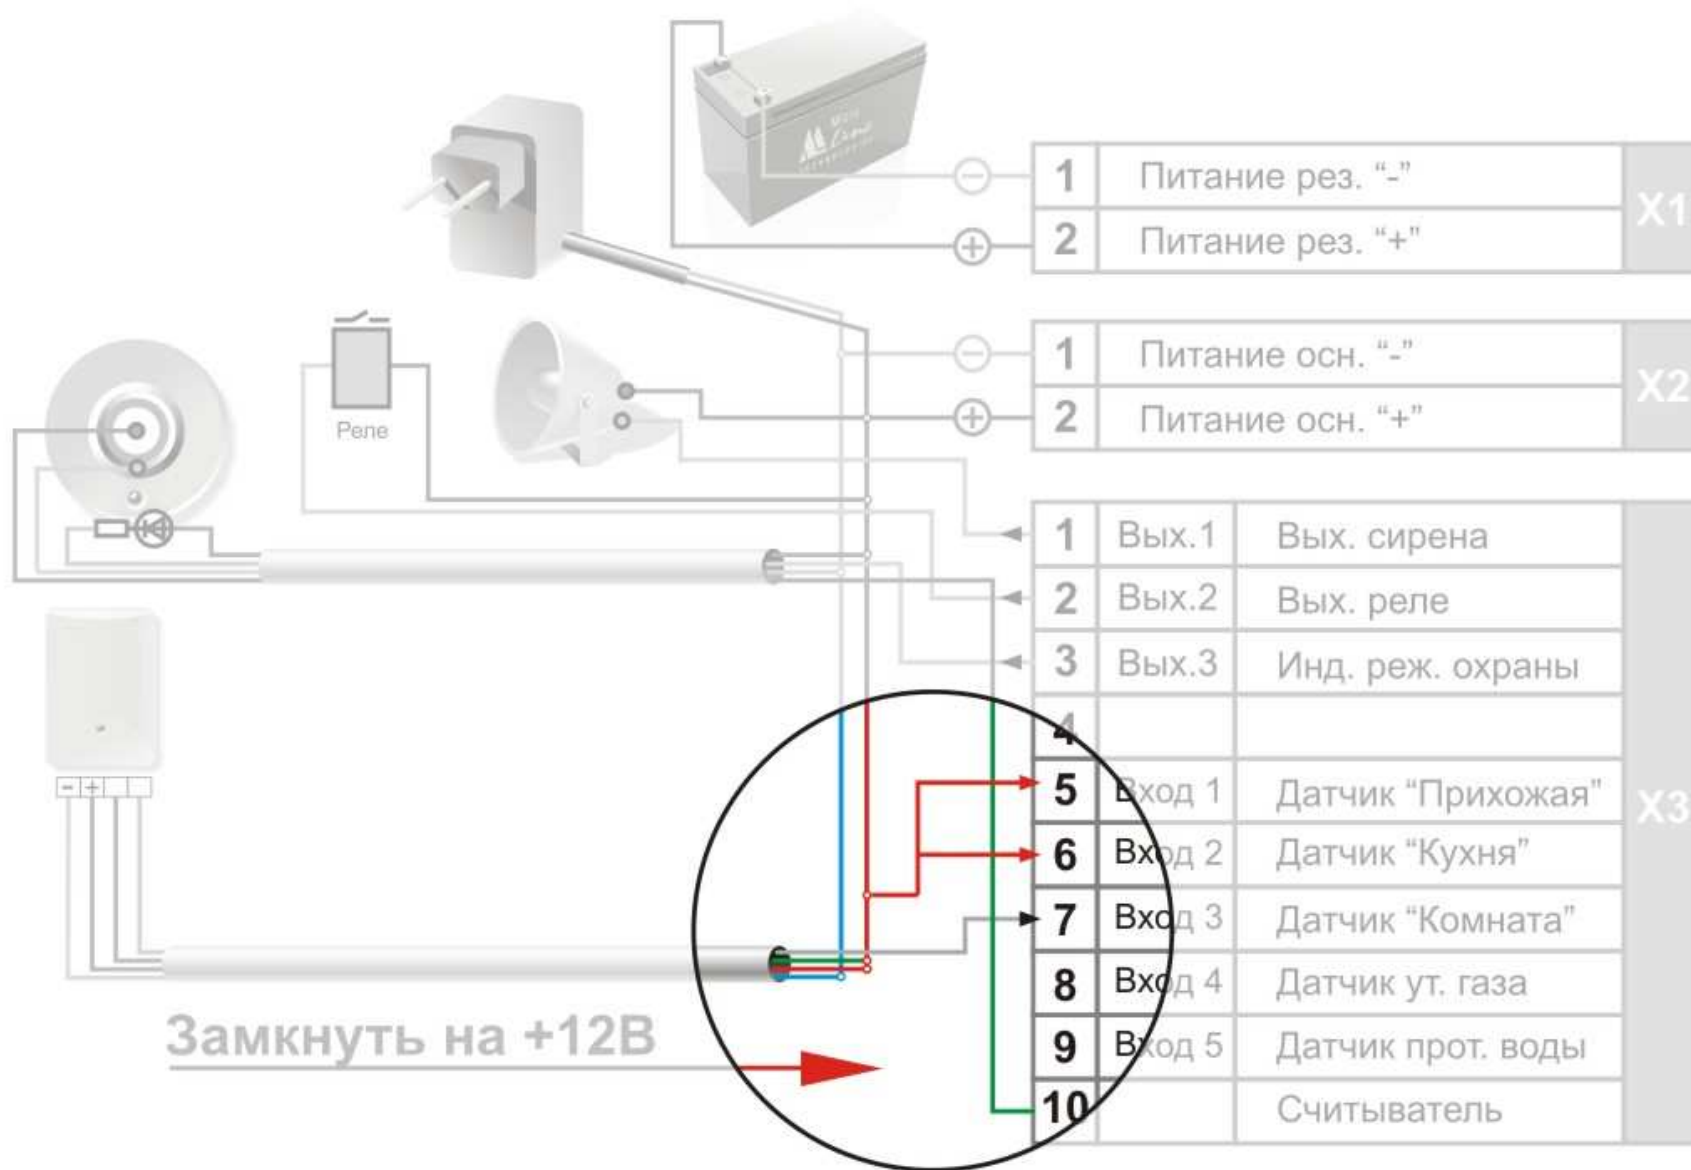

Рисунок 2.
- неиспользуемые контакты входов (не путать с выходами!) замкнуть на +12В (Рисунок 2), (кроме датчика утечки газа и протечки воды);